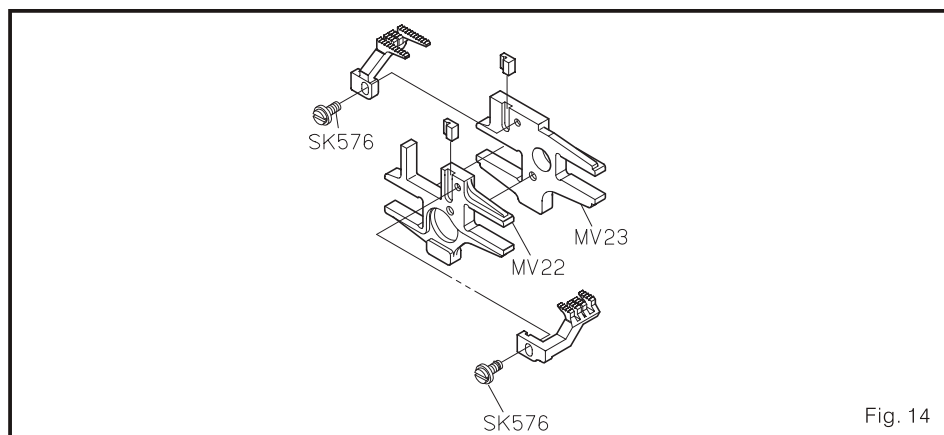

Fig. 14
3. ajustar. Solte o parafuso SK576 do MV22 E MV23. Então, mova o transportador denteado de cima e de baixo de ajustar. (Fig. 14)